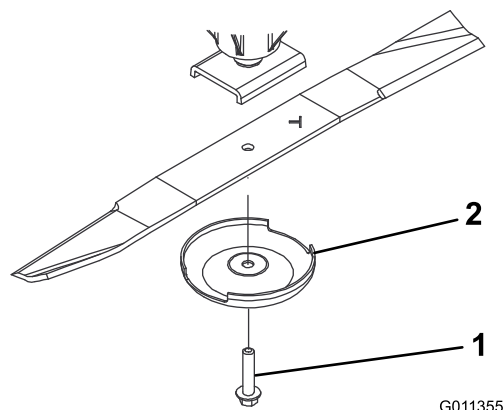

図 16
3. スピンドルのシャフトからブレードボルト、芝削り防止カップ、ブレードを取り外す 図 16。